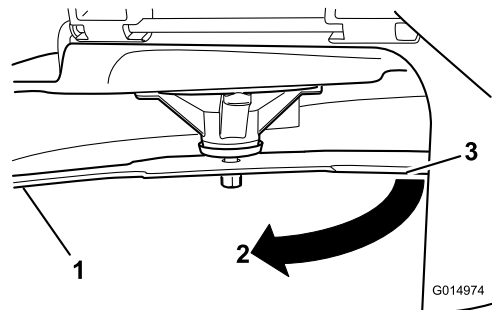

Figure 53
4. Tournez la même lame de 180 degrés pour amener l'autre tranchant à la même position (Figure 53).